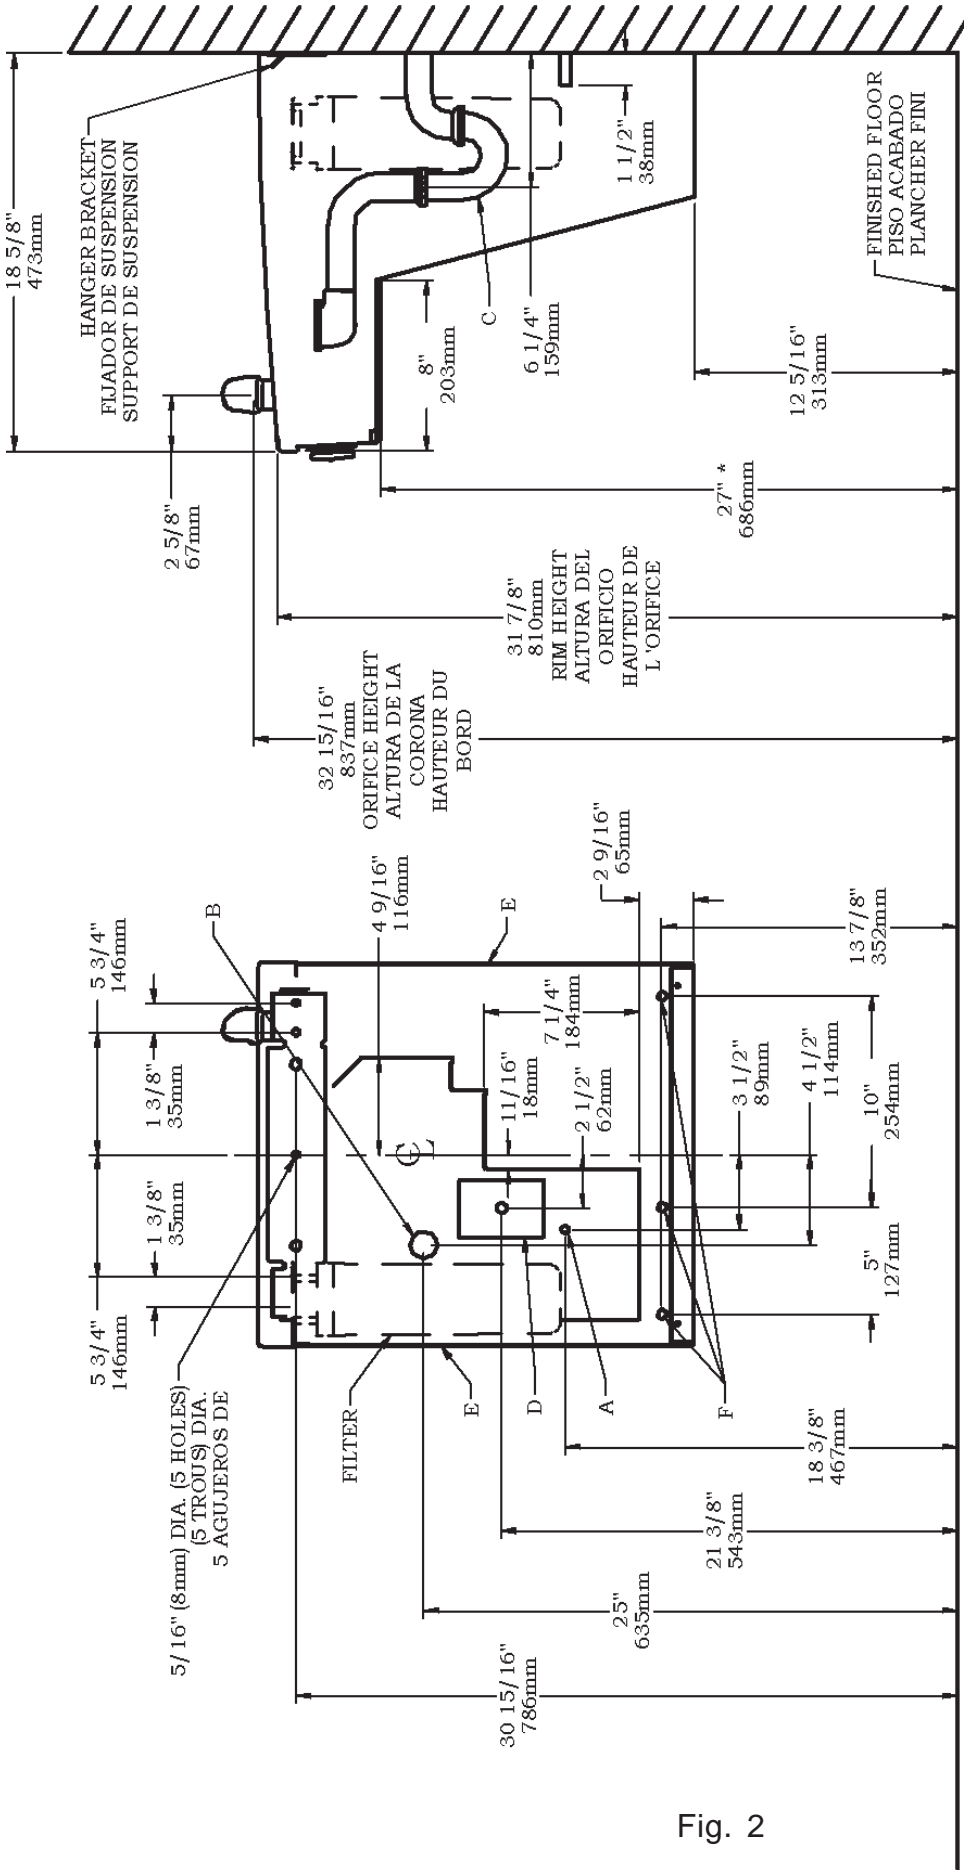

Fig. 2
- 1) Remove hanger bracket fastened to back of cooler by removing one (1) screw.
- 2) Mount the hanger bracket and trap as shown in Figure 2.
- Anchor hanger securely to wall using all five (5) 1/4 in. dia. mounting holes.
- 4) Hang the cooler on the hanger bracket. Be certain the hanger bracket is engaged properly in the slots on the cooler back as shown in Figure 2.
- 5) Loosen the two (2) screws holding the lower front panel at the bottom of cooler base and two (2) screws at the top (**Use torx bits sold separately**). Remove the front panel and set aside.
- 7) Remove the slip nut and gasket from the trap and install them on the cooler waste line making sure that the end of the waste line fits into the trap. Assemble the slip nut and gasket to the trap and tighten securely. Recommend fastening cooler to wall using 7/16 bolt holes. (see fig.2, "F")
- 1) Quite el fijador de suspensión sujetados a la parte posterior del enfriador quitando un (1) tornillo.
- 2) Monte el fijador de suspensión y quite el purgador como se muestra en la Fig.2.
- Ancle el suspensor de forma segura a la pared usando todos los cinco (5) agujeros de montaje de 1/4" de diámetro.
- 1) Retirez le support de suspension à l'arrière du refroidisseur en enlevant une (1) vis.
- 2) Installez le support et le siphon tel qu'indiqué à la fig. 2.
- Ancrez solidement le support au mur à l'aide des five (5) trous de fixation d'un diam. 1/4 po.
- 4) Installez le refroidisseur sur le support en vous assurant que ceux-ci sont bien installés dans les fentes à l'arrière du refroidisseur tel qu'indiqué à la figure 2.
- 5) Dégagez les deux (2) vis retenant le panneau inférieur avant au bas de la base du refroidisseur ainsi que deux (2) vis sur le dessus (**Employez le peu Torx vendu séparément**). Retirez le panneau avant et mettez-le de côté.